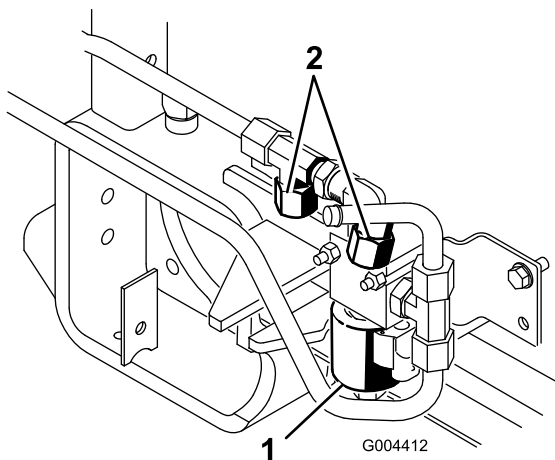

Figura 3
1. Togliete i due tappi dalla valvola idraulica posteriore a distanza (Figura 3).